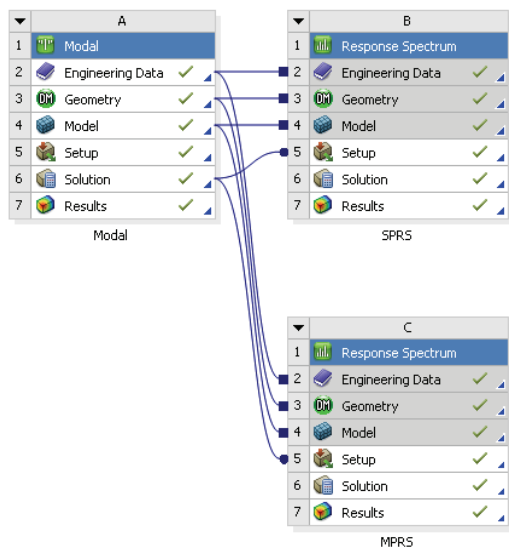

图 12-28 完成分析的项目工程图
1) 单击 Mechanical 界面右上角的关闭按钮，退出 Mechanical 返回到 Workbench 主界面。此时主界面中的项目管理区中显示的分析项目均已完成，如图 12-28 所示。